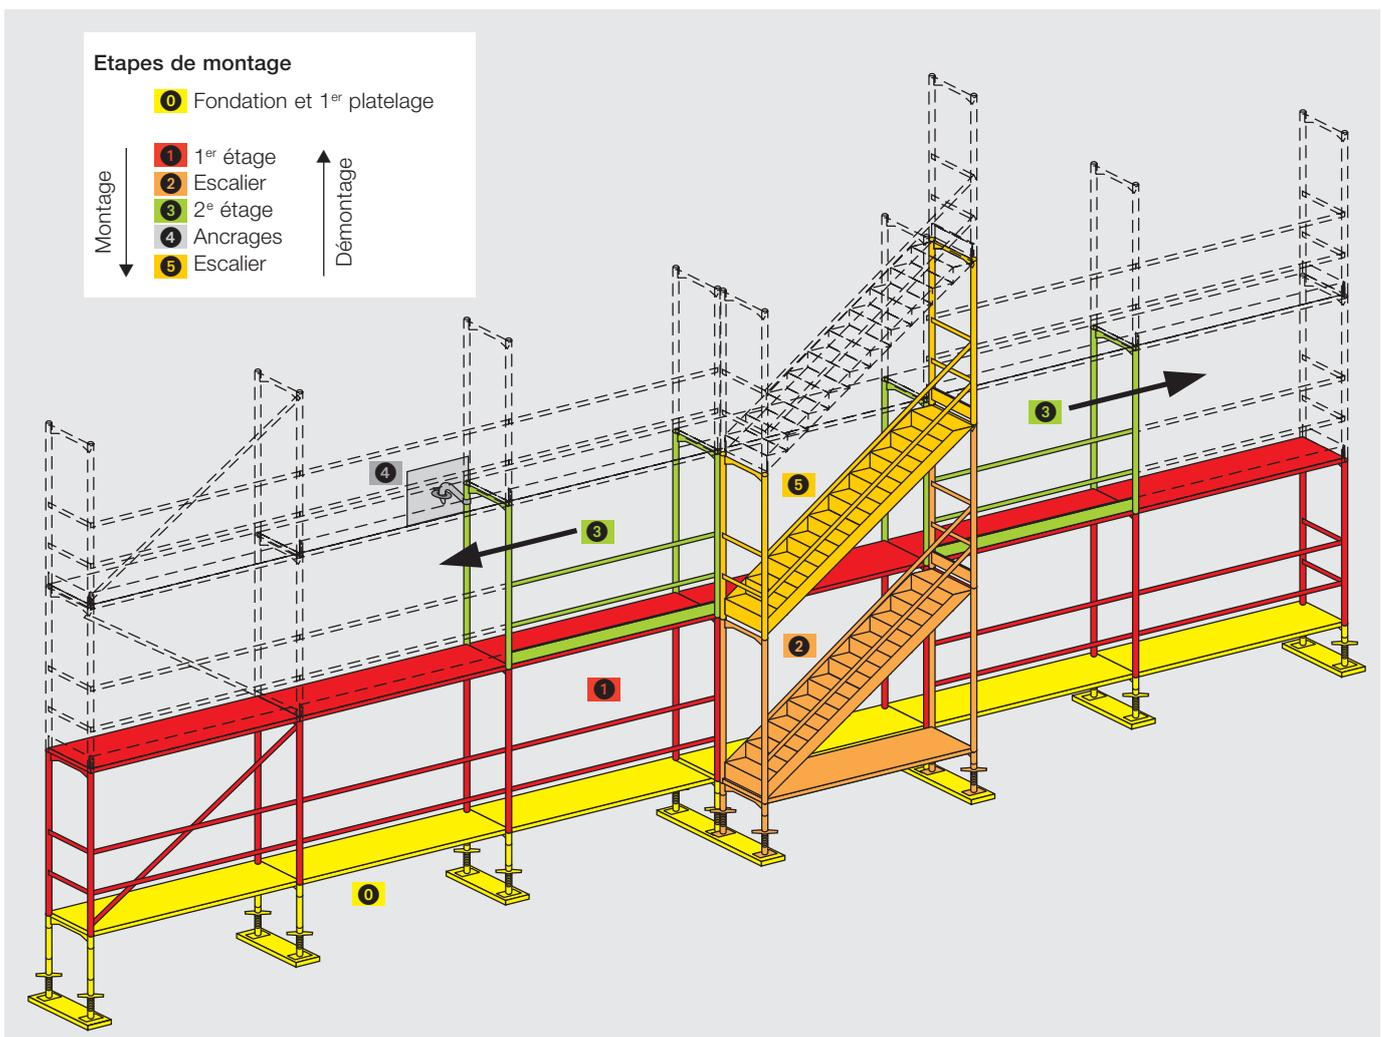
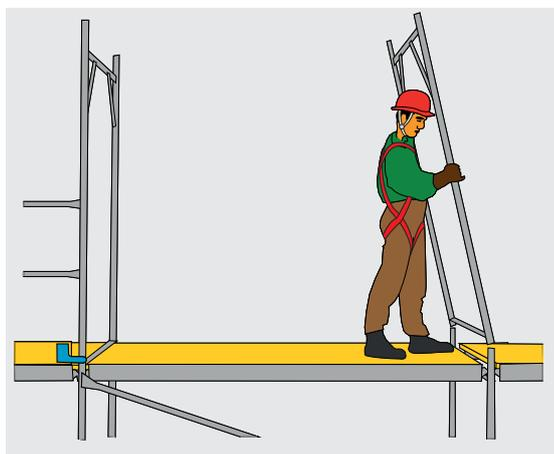
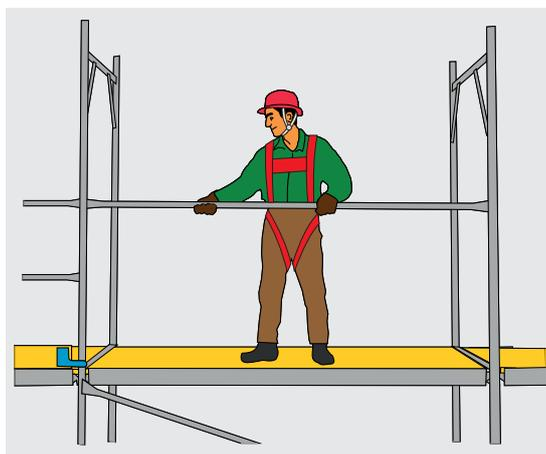

Fig. 6
Fig. 7
Fig. 8
Les étapes de montage sont expliquées sur la figure 6.
Toutes les opérations de montage et de démontage doivent s'effectuer de façon à limiter le risque de chute. Les cadres se montent pan par pan (fig. 6). L'installation de chaque cadre (fig. 7) est suivie de la pose d'une protection latérale (fig. 8). En procédant ainsi, l'échafaudage ne se déplace jamais au-delà d'un pan (longueur standard: 2,5 m) sans protection antichute. Ces opérations doivent être exclusivement confiées au personnel expérimenté disposant de la formation ad hoc et réunissant les conditions nécessaires pour effectuer des travaux en hauteur.
- cadre (fig. 7)
- protection latérale extérieure (garde-corps [fig. 8], filière intermédiaire, plinthe)
Au montage, les exercices d'escalade sont interdits comme durant toutes les autres phases de travail. L'élément d'escalier suivant doit avoir été préalablement installé avant de pouvoir accéder au platelage supérieur (fig. 6).